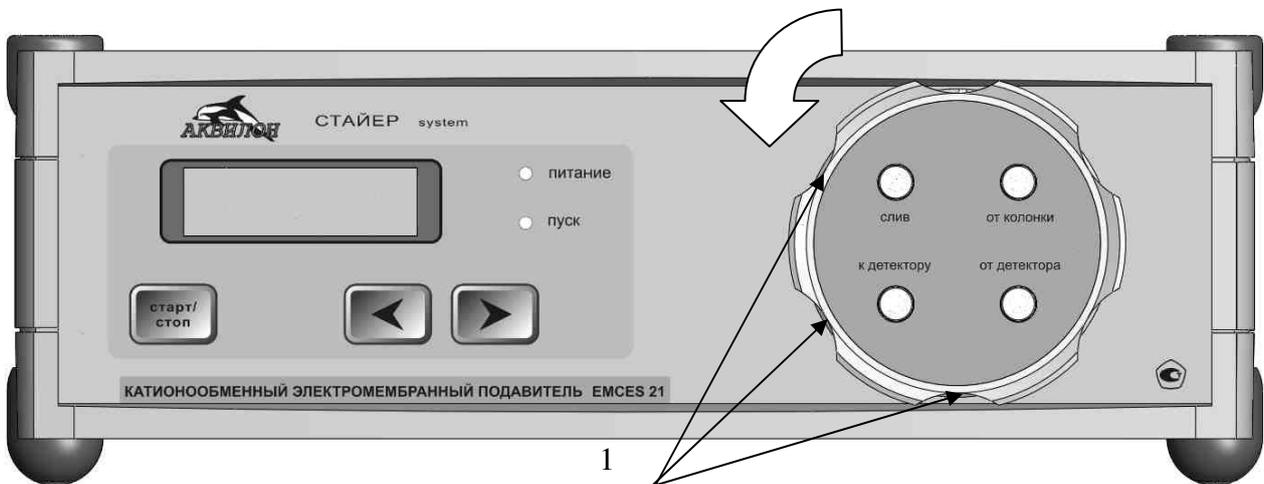

Рис.7 Извлечение картриджа подавителя
1. Для замены картриджа электромембранного подавителя поверните картридж за выточки на фланце против часовой стрелки до легкого щелчка. Щелчок указывает положение в котором картридж доступен для извлечения (рис.7).